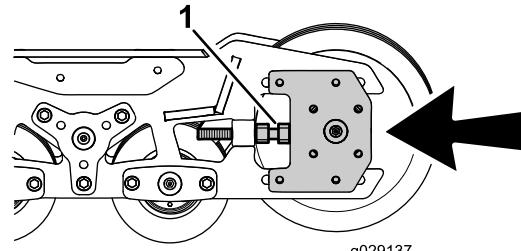

**Figura 9**
1. Coloque el bastidor del chasis para que los ajustadores de oruga queden alejados del centro de la máquina, como se muestra en Figura 8 y Figura 9.
**Nota:** Figura 8 y Figura 9 muestran únicamente los ajustadores de oruga externos, no los internos.